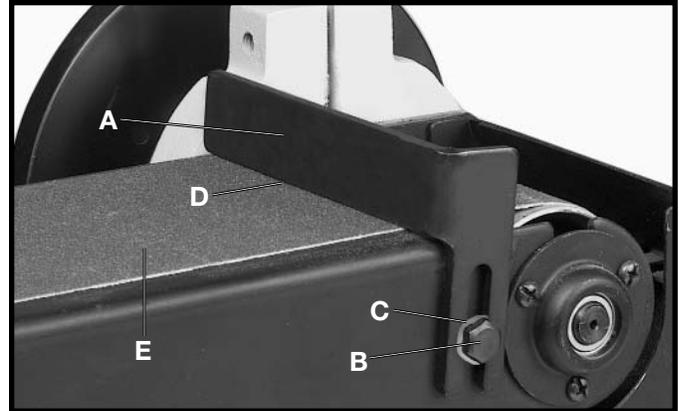

Fig. 14
Installez le butoir (A) fig. 14, sur le bras de la ponceuse avec la vis hex. 1/4-20 x 1/2 po (B) et une rondelle plate de 5/16 po (C).